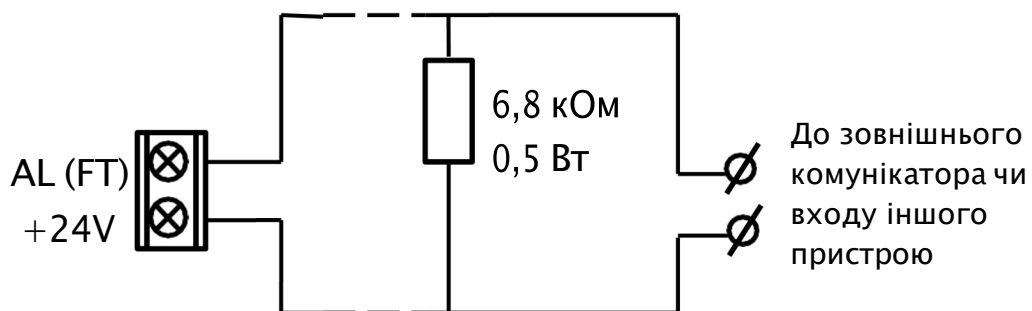

Рисунок 5.4 – Підключення виходів AL та FT
5.3.5.1 ППКП містить 2 виходи «Пожежа» та «Несправність» для підключення зовнішніх пристроїв або комунікатора. Це транзисторні виходи типу «відкритий колектор» з обмеженням струму комутації (100 мА) та контролюванням лінії підключення. В кінці лінії встановлюють резистор 6,8 кОм, 0,5 Вт. Підключення виходів наведено на рис. 5.4. Якщо вихід не планується використовувати, то потрібно зробити відповідні налаштування за допомогою застосунку tLoader II. На рисунку показане підключення виходів до гальванічно розв'язаних входів (обмотки реле, оптопари) суміжних пристроїв. Якщо входи не мають гальванічної розв'язки, потрібно додатково з'єднати клеми «GND» ППКП і суміжних пристроїв.